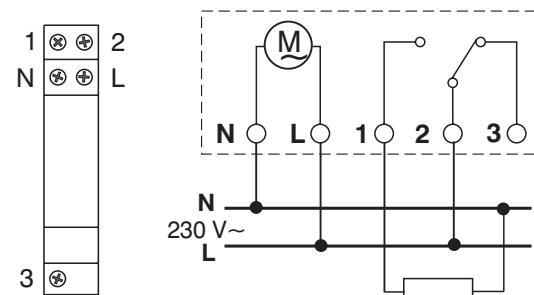

fig. 2
- collegare l'alimentazione 230V~ ai morsetti **N** e **L** (fig. 2)
- Collegare il dispositivo da comandare ai morsetti 1 - 2 - 3 (fig. 2)